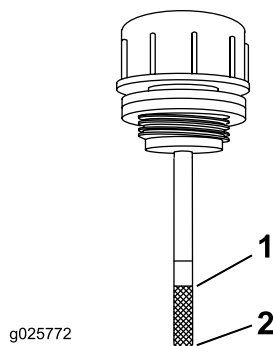

Figura 62
6. Limpie la zona alrededor de la varilla del depósito del sistema hidráulico (Figura 62).
7. Retire la varilla del depósito hidráulico (Figura 62).
9. Retire la varilla e inspeccione el extremo (Figura 62). Si el nivel de fluido está en la marca ADD (AÑADIR), vierta lentamente en el depósito hidráulico solo la cantidad de fluido necesaria para que el nivel llegue hasta la marca de Lleno.